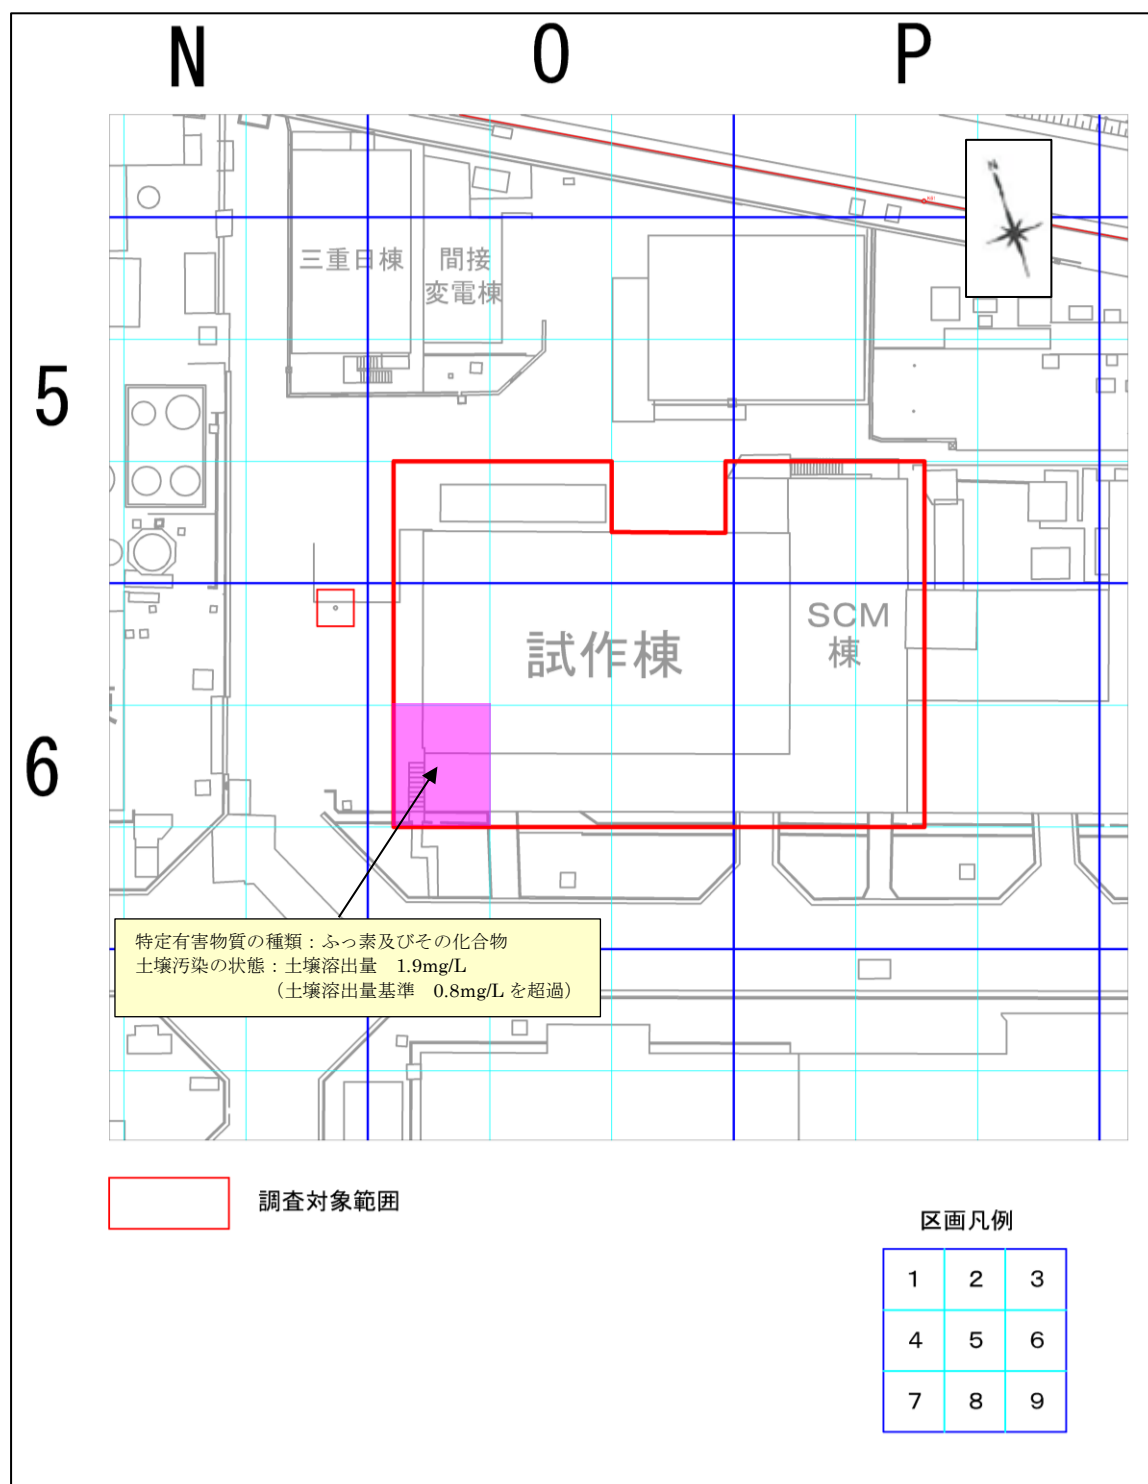

図 3.7 本調査結果のまとめ
- (1) 表 3.3 の土壌ガス調査結果より、調査対象範囲内における第一種特定有害物質による土壌汚染は無いと評価する。
- (2) 表 3.4 の土壌溶出量調査結果および表 3.5 の土壌含有量調査結果より、調査対象範囲内のうち単位区画 06-4 において、ふっ素及びその化合物が土壌溶出量基準に不適合であると評価する。本調査結果のまとめを図 3.7 に示す。